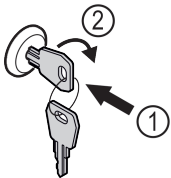

Fig. 167
- ▶ Vstavite ključ Fig. 167 (1).
- ▶ Ključ obrnite v smeri urnih kazalcev za 90° Fig. 167 (2).